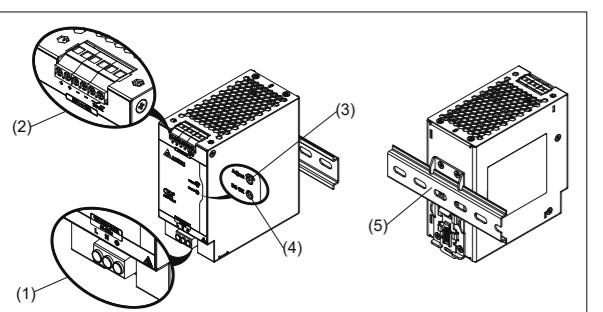

Figure 1
4.2. Anschluss der Ausgangsklemmen (Abb. 1, Abb. 6)
Bei Wechselstromeingangsverbindungen müssen die L, N und PE-Anschlüsse am Eingangsklemmverbinder (siehe Abb. 1(1)) zum Hersteller der Verbindung für 100-240 Vac verwendet werden. Abb. 6 zeigt den Anschluss an die unterschiedlichen Netztypen.
4.2. Anschluss der Ausgangsklemmen (Abb. 1(2))
Verwenden Sie die Schraubklemmen „+“ und „-“, um den 24 Vdc-Anschluss herzustellen. Am Ausgang stehen 24 Vdc zur Verfügung. Die Ausgangsspannung kann am Potentiometer zwischen 24 und 28 Vdc eingestellt werden. Die grüne LED „DC OK“ zeigt die korrekte Funktion des Ausgangs an (Abb. 1(4)). Das Gerät verfügt über einen Kurzschluss-, Überlast- und Überspannungsschutz, der auf 35 Vdc begrenzt ist.
2. Device description (Fig. 1)